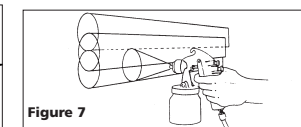

Figure 7
- Chevaucher les coups juste assez pour obtenir une couche égale. (Voir Figure 7). **REMARQUE:** Deux couches minces de peinture donneront un meilleur résultat qu'une couche épaisse et diminueront le risque de coulements.